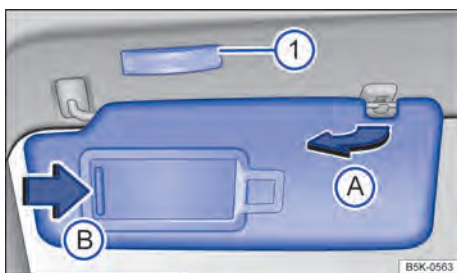

Fig. 120 En el revestimiento interior de la parte delantera del techo: parasol.
- Se pueden extraer del soporte y girar hacia las puertas → fig. 120 (A).
En la parte posterior del parasol hay un espejo de cortesía provisto de una tapa. Al desplazar la tapa → fig. 120 (B), se enciende la luz → fig. 120 (1).